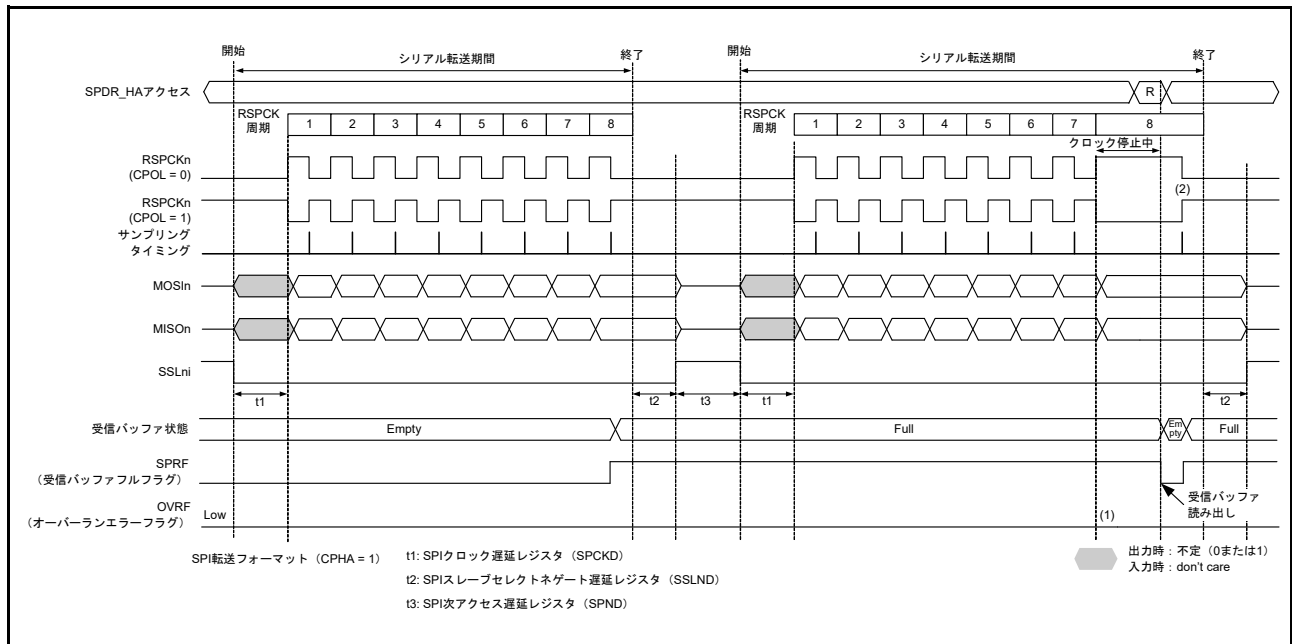
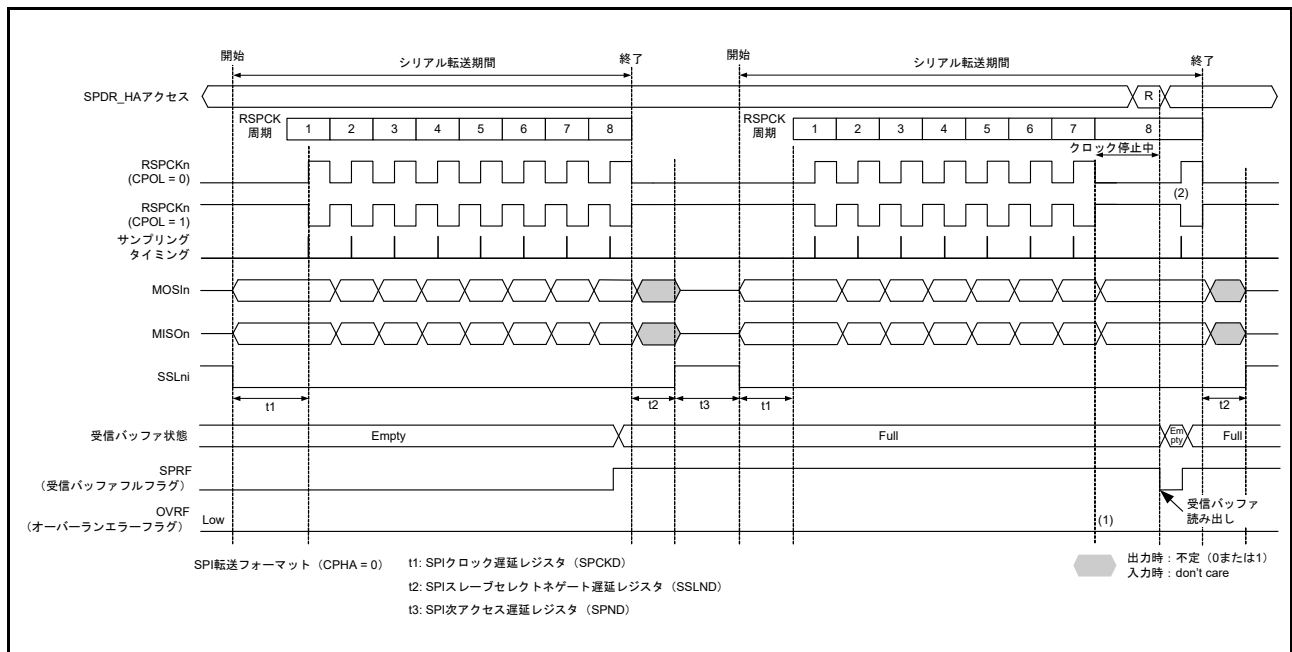

図 30.29 マスタモードの受信バッファフル状態でシリアル転送が継続するときのクロック停止波形 (CPHA = 1)
図 30.30 マスタモードの受信バッファフル状態でシリアル転送が継続するときのクロック停止波形 (CPHA = 0)
マスタモードで RSPCK 自動停止機能を有効にした場合は、オーバーランエラーが発生しません。図 30.29、図 30.30 に、マスタモードの受信バッファフル状態でシリアル転送が継続するときのクロック停止波形を示します。
以下に、図 30.29 および図 30.30 の (1)、(2) に示したタイミングでのフラグ動作を説明します。
- (1) 受信バッファフルの場合は、RSPCK クロックが停止するためオーバーランエラーは発生しません。
- (2) クロック停止中に SPDR/SPDR_HA レジスタを読み出すと、受信バッファのデータが読み出せます。受信バッファの読み出し後 (SPSR.SPRF が 0 になった後)、RSPCK クロックが再開します。